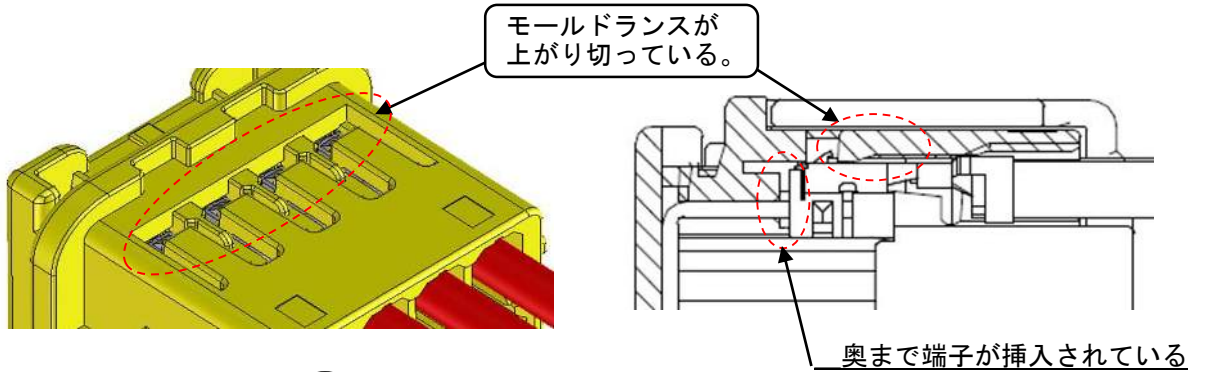

Fig.6-4 正しく装着されている状態
- ④ 端子装着後、軽く（300g 程度の力で）電線を引張り、端子が抜け出さないか確認を行ってください。（過度の引張りでの確認はコネクタを破損させる場合が御座います。）
- ⑤ すべての端子の装着後、ハウジングのモールドランスを間口より覗き、モールドランス部の位置を確認してください。正しく装着されている場合は、端子ランス部がきちんとモールドランスを乗り越えた位置にあり、挿入軸方向に軽く振ると隙間が確認出来ます。（Fig.6-4, 6-5）